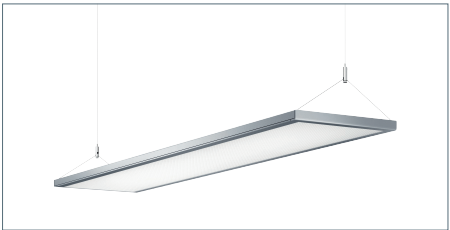

Fig. 1: Apparecchio singolo
- Avvitare al soffitto la lamiera di supporto **A** sul lato di collegamento dell'apparecchio d'illuminazione, utilizzando viti adatte, vedi Fig. 1.